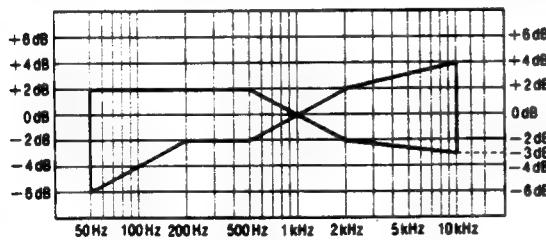

Abb. 8
- Das in Schritt 2 aufgezeichnete Signal wiedergeben und prüfen, ob der Pegel jeder Ausgangsfrequenz im Bereich liegt, der in Abb. 8 im Vergleich zur Referenzfrequenz (1kHz) gezeigt wird.